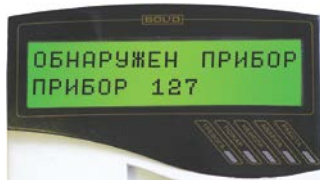

Рисунок 8
5.4.5 В течение 1 мин после включения питания пульт должен показать сообщение об обнаружении устройства с сетевым адресом, соответствующим текущему адресу контроллера (заводской адрес контроллера – 127). На рис. 8 представлен индикатор пульта «С2000М» с соответствующим сообщением.